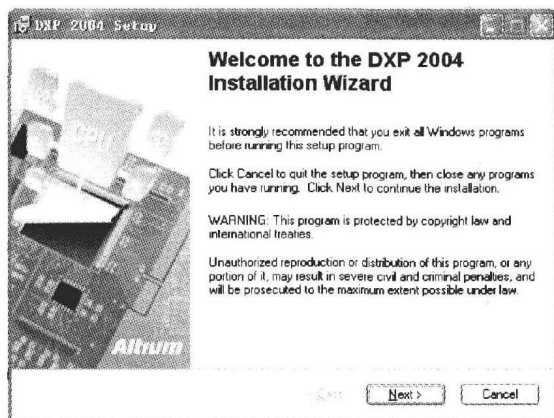

图 1-1 Protel DXP 2004 的 “安装向导” 对话框
1) 进入 Windows 操作系统, 运行安装盘中的 “setup.exe” 应用程序, 之后弹出如图 1-1 所示的 “安装向导” 对话框。